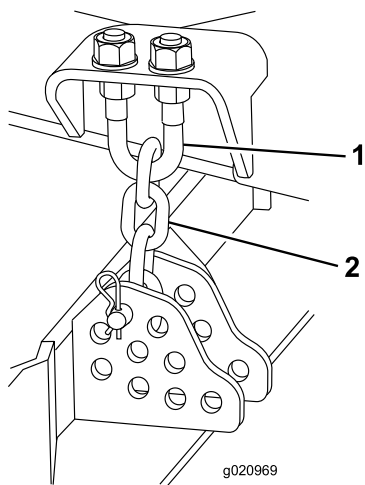

Figura 123
1. Allentate i controdadi sulla parte superiore o inferiore del bullone a U della catena dell'altezza di taglio (Figura 123).